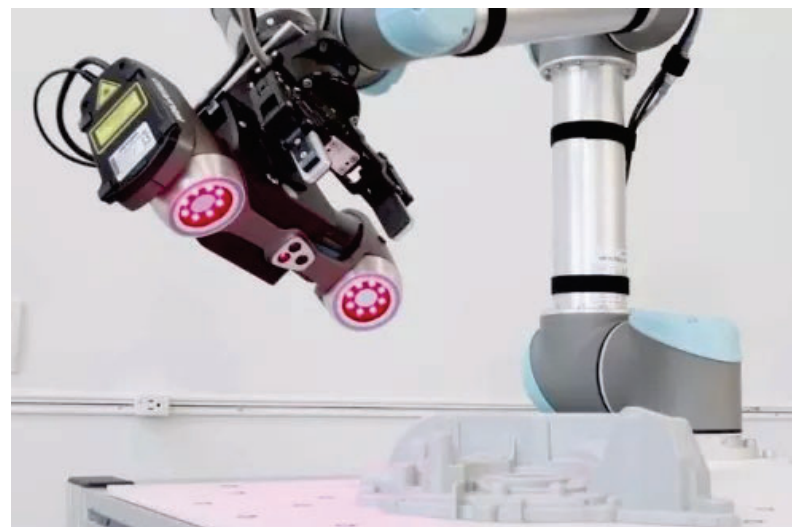

Рисунок 7.12 – Робот-контроллер
– роботы-контроллеры (используются для контроля и управления процессами), рисунок 7.12.